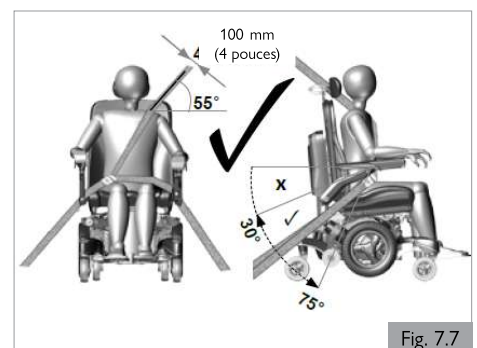
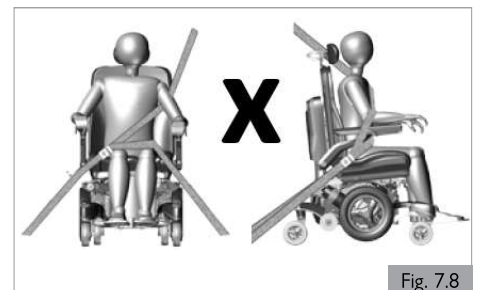

Fig. 7.7
Fig. 7.8
3. Le dispositif de retenue doit être fixé au pilier approprié du véhicule et les composants du fauteuil roulant (comme les accoudoirs ou les roues) ne doivent pas entraver le contact entre la sangle et le corps de l'utilisateur (Fig. 7.7).
2. Un plus grand angle dans la zone de préférence est recommandé, c'est-à-dire plus proche de 75°, mais sans jamais cependant dépasser cette limite (Fig. 7.7).
- a. La ceinture thoracique doit passer par-dessus l'épaule et en travers de la poitrine, comme illustré (Fig. 7.7). Les ceintures de retenue doivent être serrées le plus possible, tout en respectant le confort de l'utilisateur. Ne passez pas la ceinture comme illustré à la Fig. 7.8.